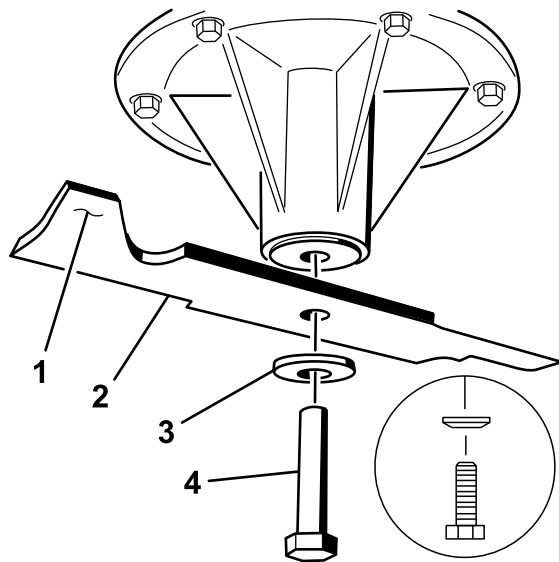

Figura 95
2. Retire del eje el perno de la cuchilla, la arandela curva y la cuchilla (Figura 95).
1. Instale la cuchilla en el eje (Figura 95).
2. Instale la arandela curva y el perno de la cuchilla (Figura 95).